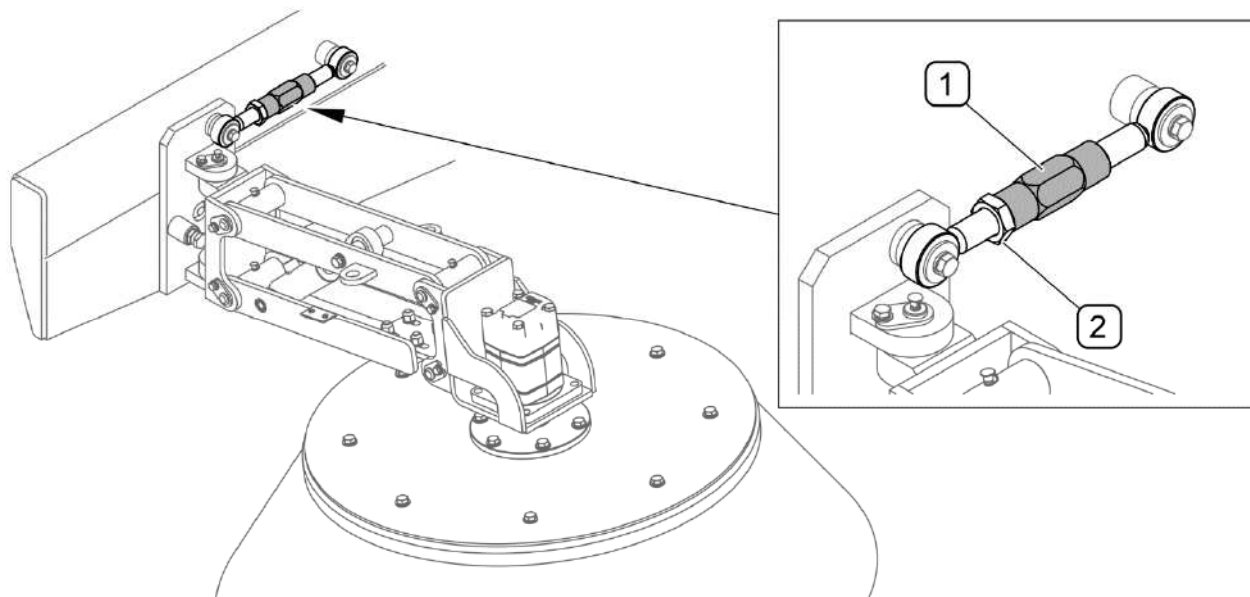

РИСУНОК 5.4 Механическая регулировка поперечного наклона левой щетки
(1)- натяжитель; (2)- контргайка
В подметально-уборочных машинах с механической регулировкой левой щетки (РИСУНОК 5.4) поперечный наклон изменяется при помощи натяжителя (1). Перед началом регулировки необходимо слегка отвинтить гайку (2) и, вращая натяжитель, установить соответствующий наклон щетки. После окончания регулировки затяните контргайку (2).